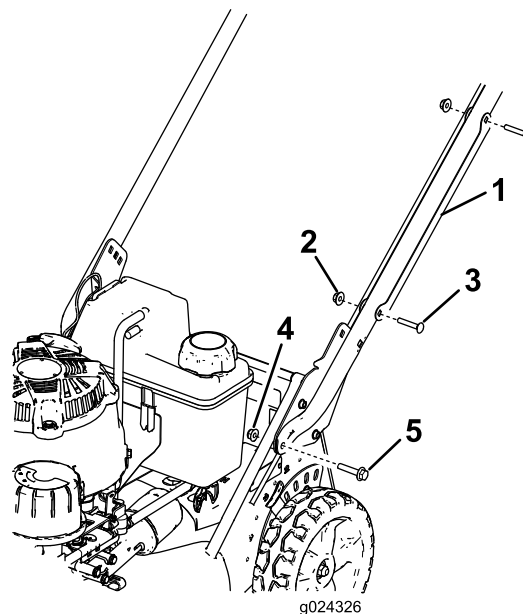

Figura 3
1. Retire a proteção de cabo da pega (Figura 3): retire os dois parafusos de carroçaria e as duas porcas de bloqueio que prendem a proteção à pega.
flangeadas (5/16 polegada), tal como se ilustra na Figura 3.
6. Coloque a proteção de cabo na pega, com o(s) cabo(s) no interior da proteção. Prenda a proteção à pega com os dois parafusos de carroçaria e duas porcas de bloqueio retirados anteriormente (Figura 3).